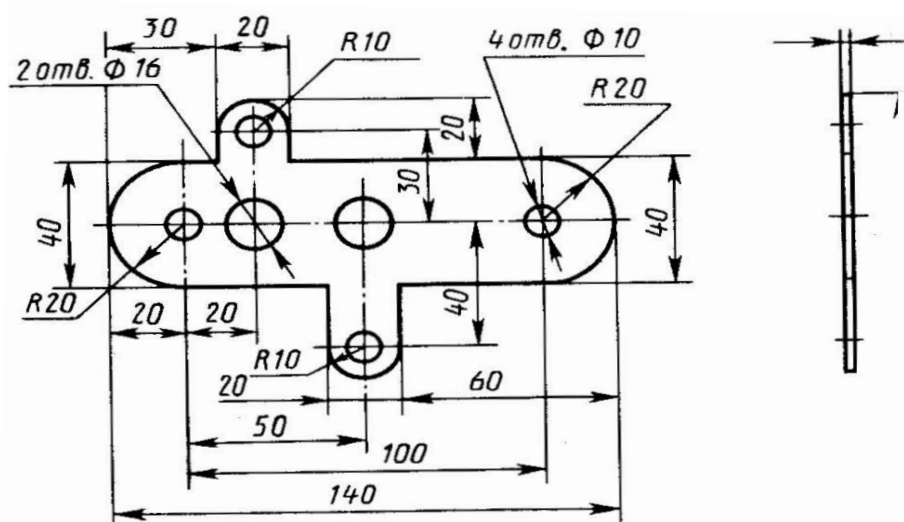

Рис. 30
2. Разработайте процесс изготовления поковки детали (рис. 30) методом горячей объемной штамповки на горизонтально-ковочной машине. При выполнении работы следует: описать сущность процесса горячей объемной штамповки и указать области ее применения; привести схему оборудования и описать его работу; установить температурный интервал штамповки и способ нагрева заготовки; составить чертеж поковки и определить ее массу; с учетом технологических отходов определить объем, массу и длину исходной заготовки; выбрать переходы штамповки и привести эскиз инструмента; перечислить все операции технологического процесса получения поковки,